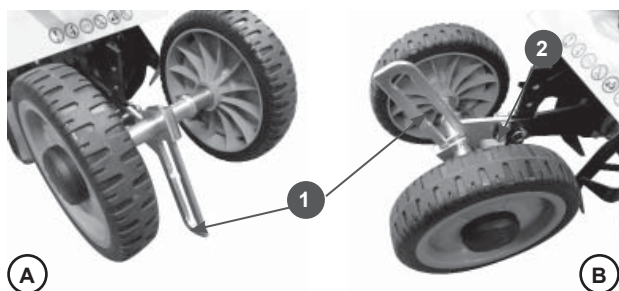

Рис.2
С завода культиватор поставляется с направляющей регулировки высоты колес (1), установленной регулировочным пазом с отверстиями вниз (транспортное положение Рис.2А) При первичной сборке культиватора необходимо направляющую установить пазом вверх (Рис.2В).
Для этого необходимо открутить гайки и извлечь болты (2) крепления направляющей (Рис.2В).